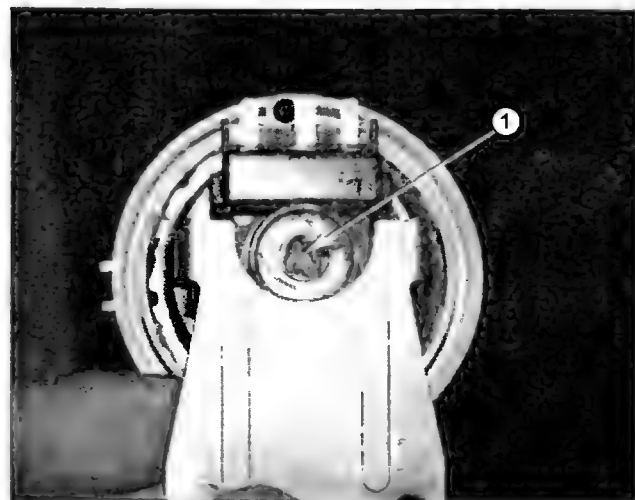

Рис. 1.10.5
Прежде чем заменять датчик, можно попробовать его отрегулировать (в небольших пределах). Для этого служит регулировочный винт 1 (рис. 1.10.5). Регулировку датчика проще всего выполнить при выполнении сервисного теста (шаги 4 и 9), контролируя показания дисплея по двум крайним точкам — «пустой бак» (255) и «полный бак» (225).